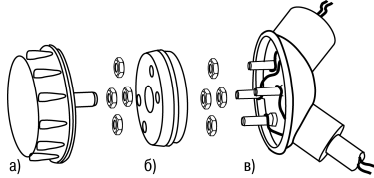

Рисунок 4 – Монтаж преобразователя в коммутационной головке первичного датчика
6.1 В соответствии со схемой, приведенной на рисунке 1, производится подключение соединительных кабелей источника питания и датчиков к четырем клеммным винтам, запрессованным в корпус коммутационной головки первичных датчиков (см. рисунок 4, в). Соединительные кабели закрепляются на винтах четырьмя гайками М4 с использованием нормальных шайб (по ГОСТ 11371-68).
6.2 В корпусе преобразователя расположены четыре сквозных отверстия диаметром 4,5 мм с запрессованными клеммными втулками. Этими отверстиями преобразователь надевается на клеммные винты корпуса коммутационной головки (см. рисунок 4). Подключение преобразователя к корпусу коммутационной головки следует выполнять по схемам, приведенным на рисунках 1 и 3.
6.4 После того, как преобразователь закреплен гайками на корпусе коммутационной головки, на корпус преобразователя навинчивается крышка (см. рисунок 4, а).